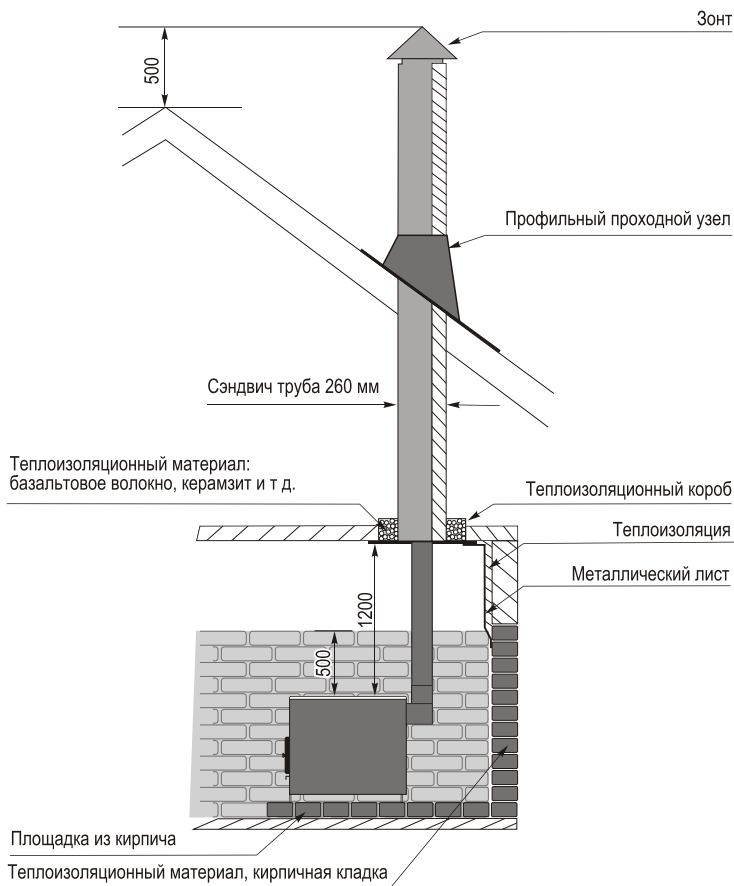

Рисунок 4. Схема установки печи (вид сбоку)
• Возвышение дымовой трубы над кровлей следует принимать (рис.4):